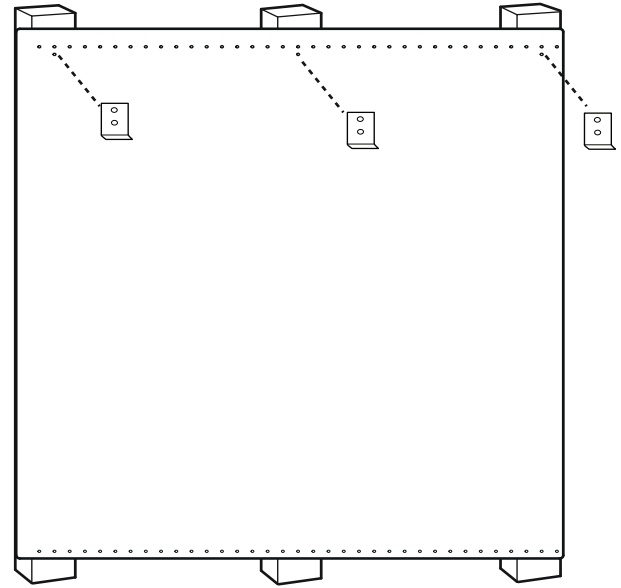

Figure 12 : Dossieret de protection avec étagère garde-chaud
3. À l’endroit indiqué sur la Figure 12 fixez les supports inférieurs fournis avec l’étagère garde-chaud à travers le dossieret de protection, dans les montants de cloison.